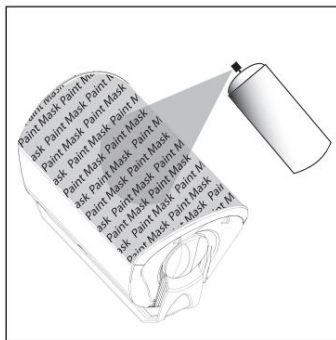

FIGURA 8: După aplicarea stratului de bază, Aplicați straturi subțiri de culoare de finisare.
2. Aplicați culoarea de finisaj numai atunci când baza este complet uscată [figura 8].